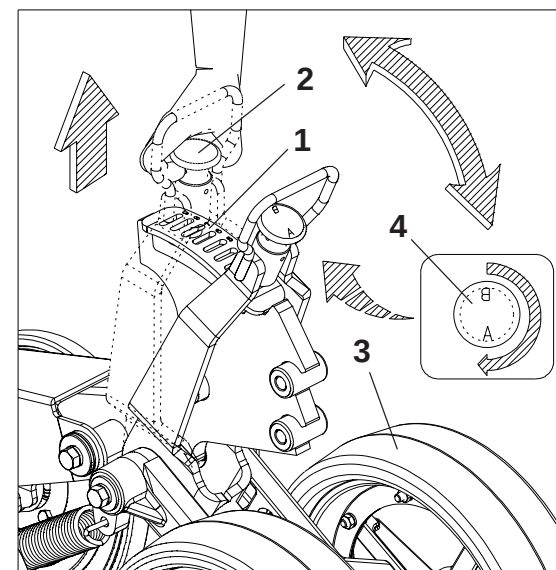

FIGURA 97
REGULAGEM RODA DE PROFUNDIDADE OSCILANTE (FIGURA 97) - SPA MEGA FLEX 4000 / 4500 / 5000 / 5500
- 1 - Puxe o pino de trava (1) através do manipulador (2) e desloque a roda (3) até o orifício da profundidade desejada e solte o manipulador (2) travando-o, **conforme mostra a figura 97.**